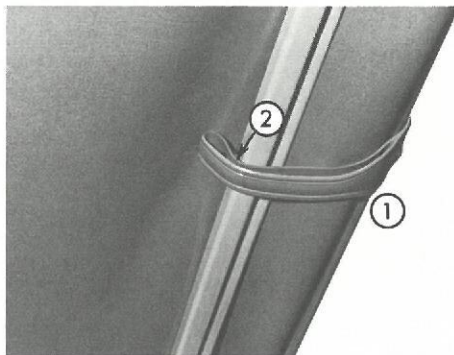

Fig. 26 - Ouverture avant de la capote
- Fixer le cadre (Fig. 26) au moyen de la sangle (Rep. 1) et du bouton pression (Rep. 2).